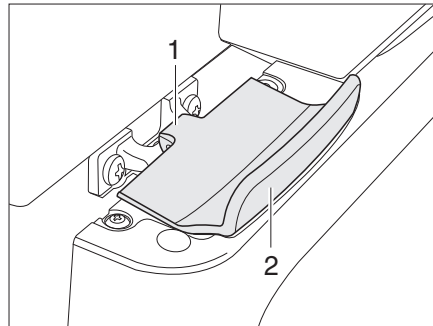

Fig. 222 Dispositif de verrouillage de la porte du réfrigérateur, fermé (Thetford)
- Ouvrir la porte du réfrigérateur sur la poignée (Fig. 222,2). Le verrouillage (Fig. 222,1) sera débloqué automatiquement.